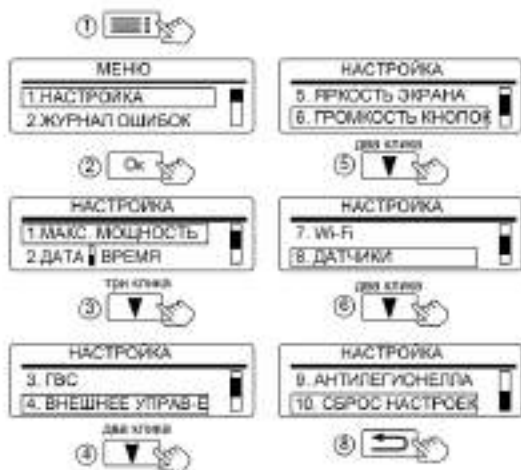

Рисунок 15. Вид вкладки настройка
**11.1** Во вкладке «**НАСТРОЙКА**», (см. рис. 15), настраиваются внутренние параметры работы прибора.